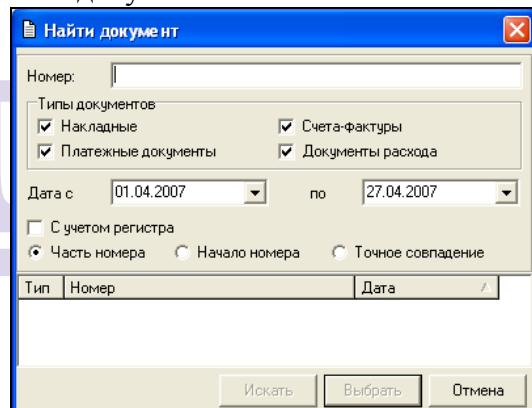

Рис. 27
*Найти документ* – при выборе данного пункта на экране откроется окно поиска, представленное на Рис. 27, заполнив его поля и нажав клавишу «Искать» Вы можете найти необходимый документ.